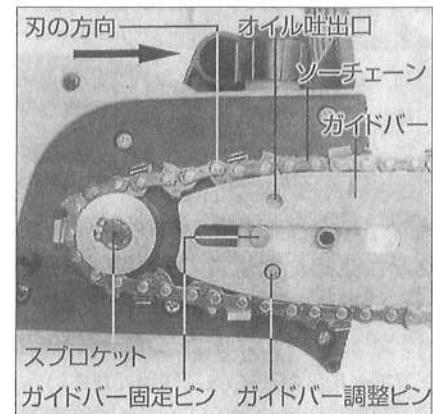

図7
④ガイドバーを取付面の取付穴、ガイドピン、チェーン引金ピンにはめ込んでください。(図7参照)
(図7参照)